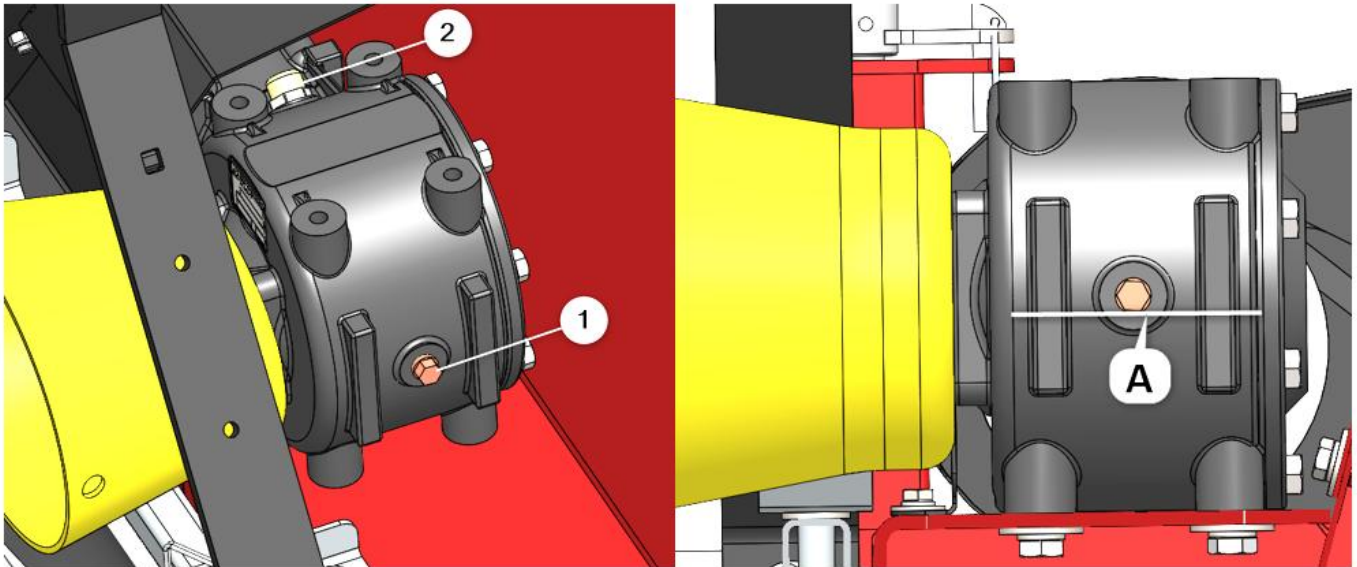

Fig. 18
De temps à autre, il est nécessaire de vérifier le niveau d'huile ou de remplacer l'huile. Cette opération s'effectue selon les procédures suivantes (Fig. 18):
2. Retirez le reniflard (2), (Fig. 18).
5. Remplissez la boîte de vitesses avec $\pm 1,1$ l (1,16 qt) d'huile GL5 80W90 par l'orifice de reniflard (2).
6. Vérifiez le niveau d'huile en retirant avec précaution le bouchon de niveau (1).
7. Une fois l'opération terminée, remettez le bouchon de niveau (1) en place.
8. Installez le reniflard (2).